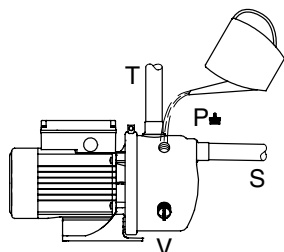

Рис. 5 Заливка насоса
Эжекторный клапан, поставляемый вместе с насосом, предварительно не установлен и должен монтироваться уже на месте эксплуатации. Для этого следует демонтировать пробку (V) сливного отверстия (см. рис. 5), и ввернуть эжекторный клапан в отверстие.
1. Удалить пробку заправочной горловины (Р) (см. рис. 5).